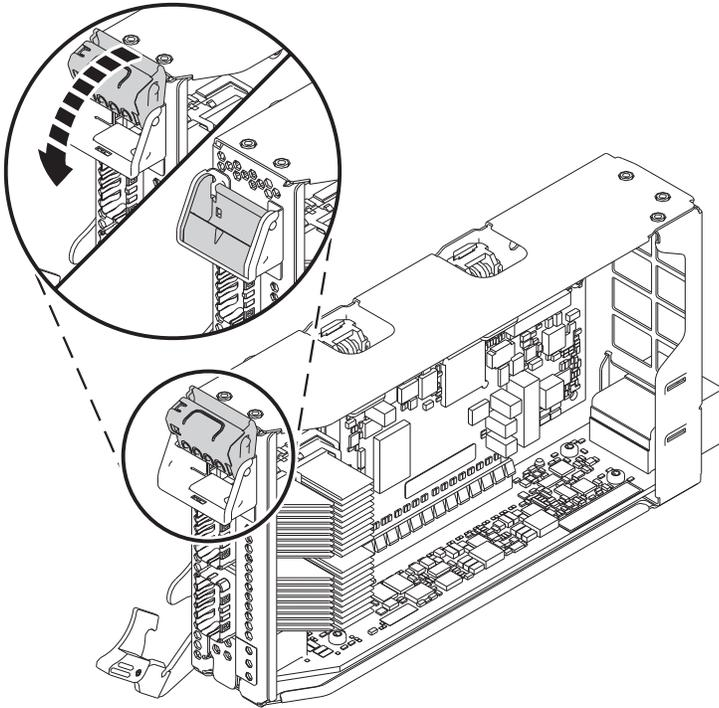

Abbildung 42. Adapter mit halber Länge und niedrigem Profil in der PCIe-Adapterkassette installieren
- c. Drehen Sie die Kassettenverriegelung wie in Abb. 42 auf Seite 44 dargestellt, damit der Adapter einrastet.